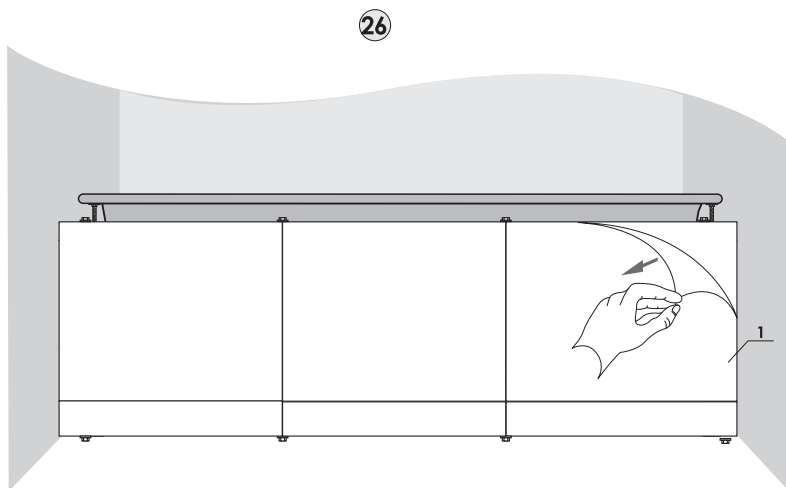

рис. 26
26. Установите выдвижной ящик (рис.26).